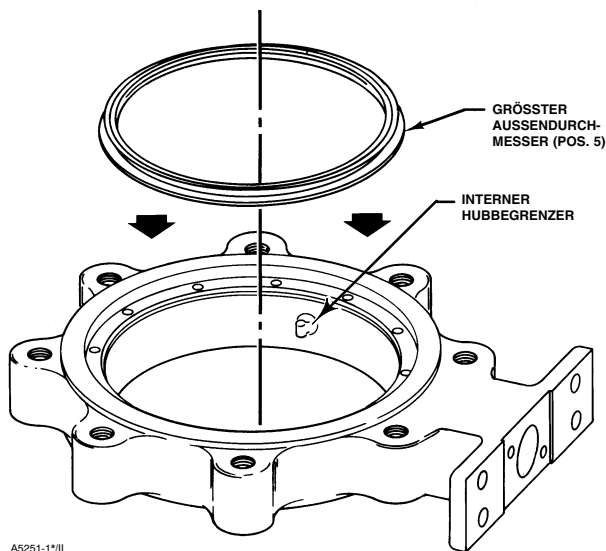

Abbildung 8. Typischer Einbau des Dichtrings
1. Den neuen Dichtring (Pos. 5) bereitlegen und die Form des Rings beachten. Der Ring verfügt wie in Abbildung 8 dargestellt an einer Kante über einen breiteren Durchmesser und an der anderen Kante über einen schmaleren Durchmesser. Am äußeren Umfang befindet sich eine breite Nut.
Vor dem Einbau des Dichtrings in das Klappengehäuse den O-Ring (Pos. 6) in die breite, äußere Nut des Dichtrings einsetzen. Siehe Abbildung 8.
2. Den Dichtring mit dem O-Ring in das Klappengehäuse einsetzen. Der breitere Außendurchmesser des Dichtrings (siehe Abbildung 8) muss in den T-Schlitz-Bereich des Gehäuses eingesetzt werden (siehe Abbildung 5). Die Kante mit dem breiteren Durchmesser mithilfe eines stumpfen Schraubendrehers in den T-Schlitz des Klappengehäuses einführen. Bei Verfügbarkeit des Wartungssatzes die Dichtring-Einbauwerkzeuge verwenden.
Bei der Montage des Antriebs an die Regelklappe sicherstellen, dass das Klappenblatt den internen Hubbegrenzer der Regelklappe nicht berührt (siehe Abbildung 8). Das Klappenblatt sollte zwischen 0 und 0,76 mm (0 und 0.030 Zoll) vom internen Hubbegrenzer im Klappengehäuse entfernt sein (siehe Abbildung 8).